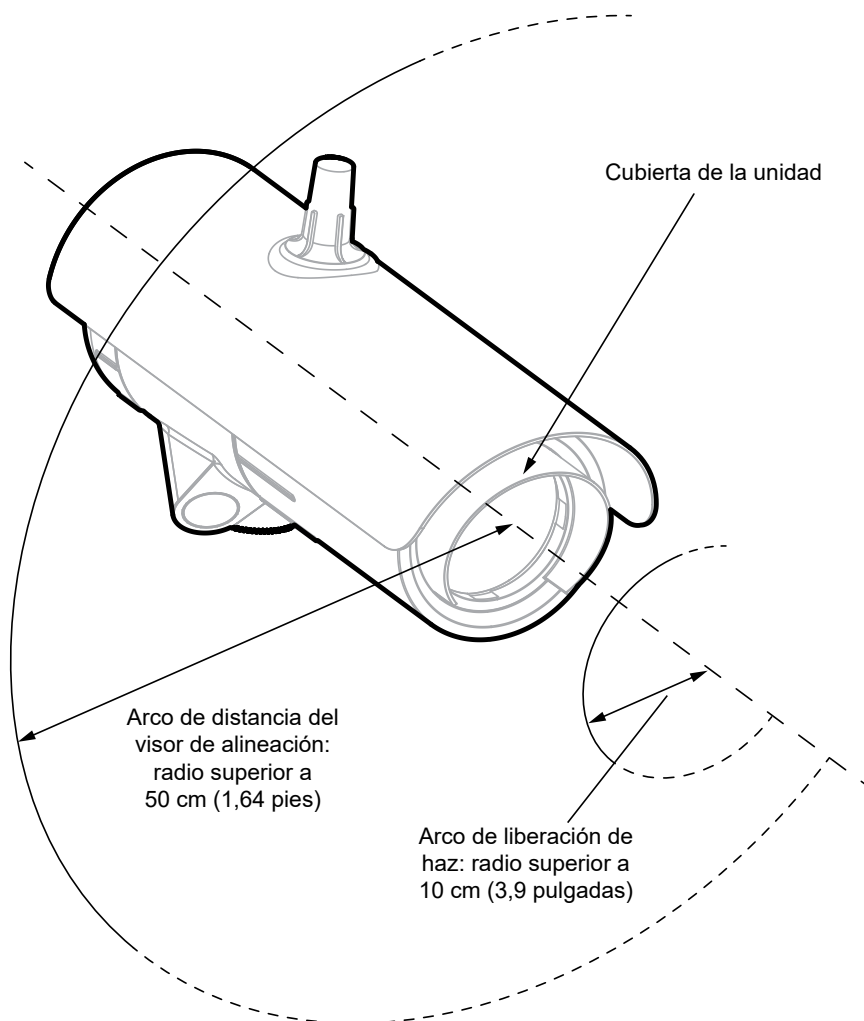

Figura 4. Arco de espacio libre del haz de luz
3. Inserte el pivote en la brida del adaptador de la placa de montaje para el soporte de montaje universal (Figura 4).